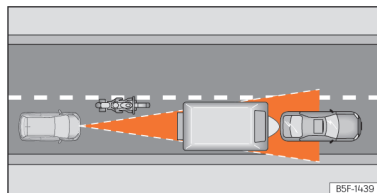

Fig. 109 Motociclo que circula à frente, fora do raio de alcance do sensor de radar.
- Veículos que circulem desalinhados ou fora da zona de deteção do sensor, por exemplo, motociclos >>> **Fig. 109.**